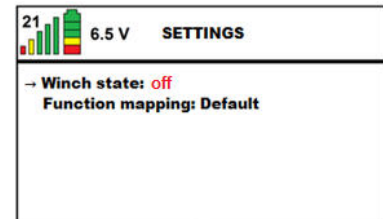

Figura: 51
- Disattivare l'argano impostando **Winch state** [Stato argano] su **OFF** nel menu del radiocomando (v. *Figura: 51*)